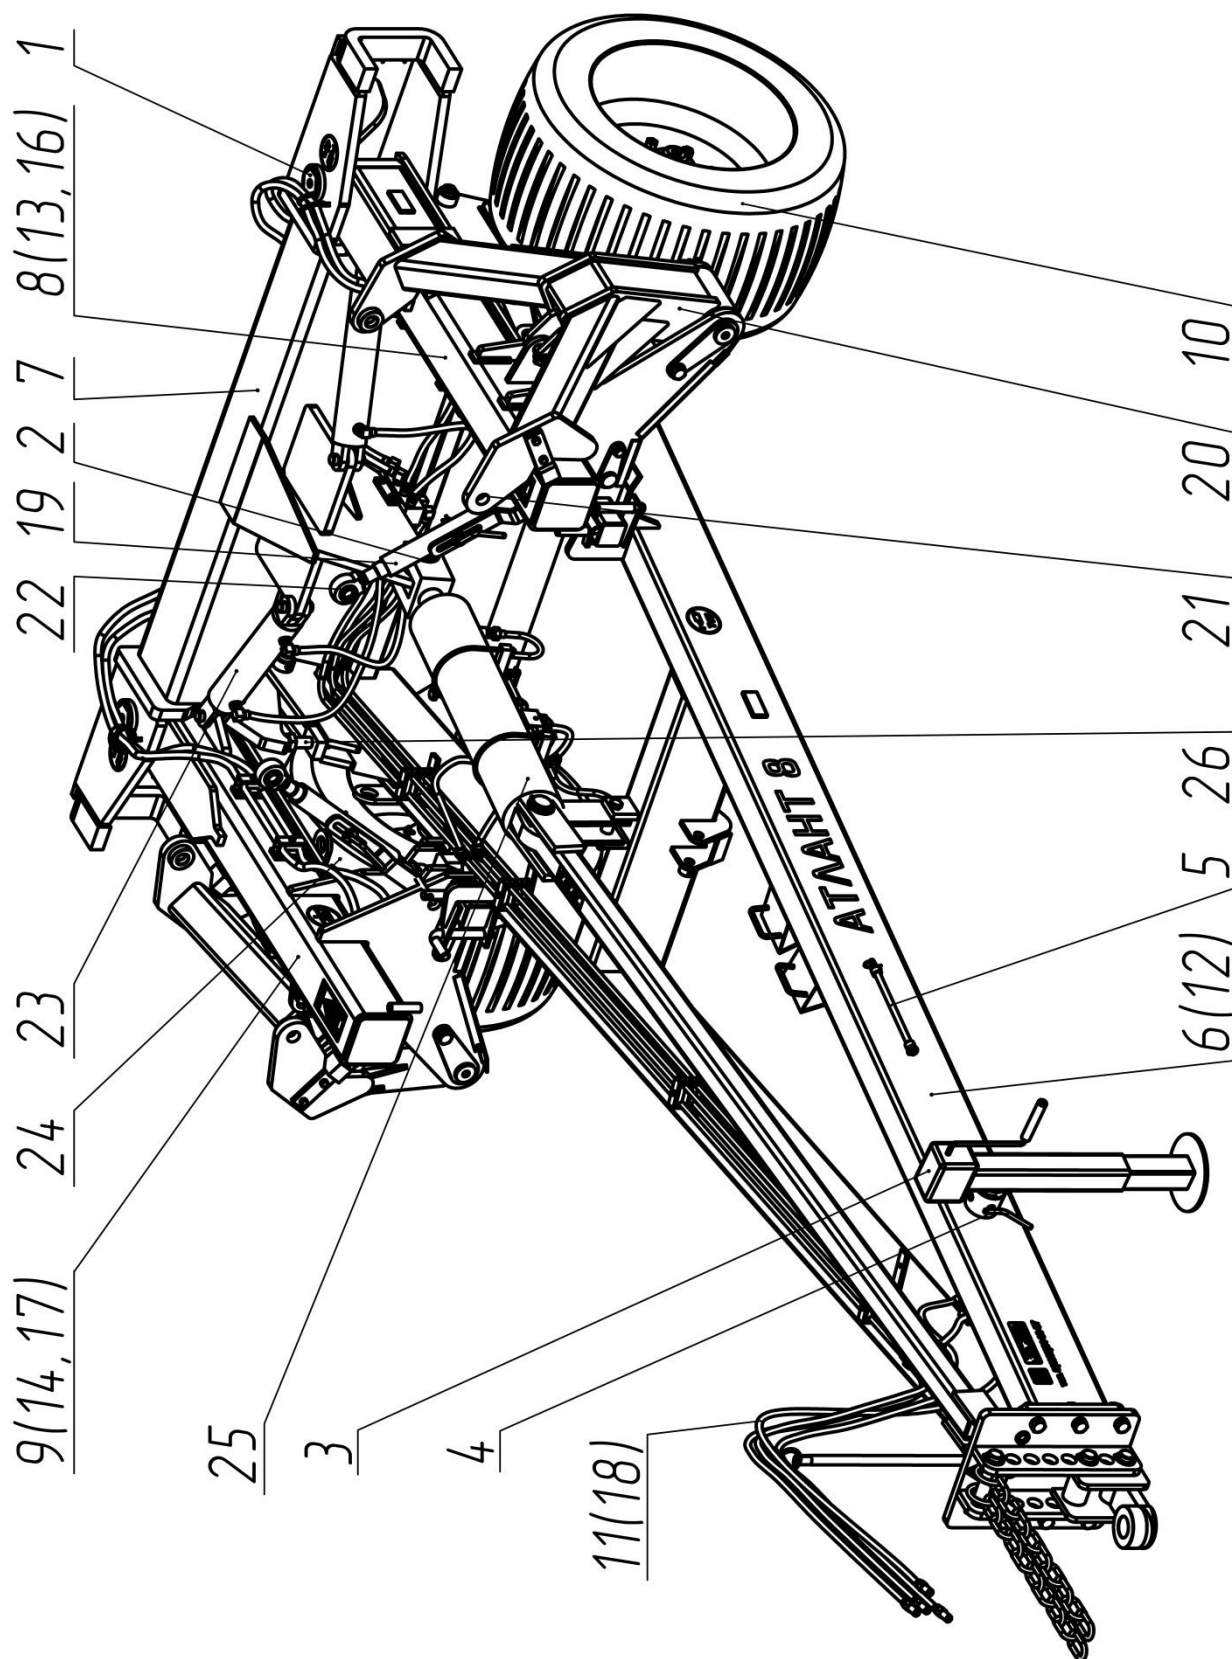

Рисунок 1 – Сложенное транспортное положение СНК
Примечание – смотрите рис. 1.
2.3.1 Основным установочным и скрепляющим узлом СНК является остов 6(12) (см. рис. 1). Прицепное устройство расположено в передней части остова и оснащено страховочными цепями. Снизу к остову 6(12) крепится с помощью фланцев шасси 10. Сверху на остов крепится балка средняя 7, имеющая возможность вращаться на $\approx 90^\circ$ в вертикальной плоскости. Поворот в вертикальной плоскости обеспечивается гидроцилиндром 25, также установленным на остове 6(12). С левого и правого торцов балки средней 7 установлены соответственно крыло левое в сборе 8(13, 16) и крыло правое в сборе 9(14, 17). Крылья с помощью гидроцилиндров 23 имеют возможность поворачиваться на $\approx 90^\circ$, выстраиваясь в прямую линию вместе со средней балкой. Для агрегатирования культиваторов на крыльях предусмотрены талреп 19, навеска 20 и шайбы 21 и 22. Регулировка длины талрепа осуществляется рукояткой 5. Вылет навески 20 регулируется цилиндром 24, который при работе обеспечивает копирование рельефа. Болты 25 необходимы для регулировки высоты крыльев.
2.3.2.2 Складывание в транспортное положение (рисунок 1):
3.2.1 Подвести трактор задним ходом к серье 16 (рисунок 1) и сцепить СНК с трактором. Стойку 4 переустановить внутрь остова, зафиксировав ее стопором 5.
3.2.6 Совместить проушины талрепов 1 с отверстиями в раме культиватора путем вкручивания/выкручивания талрепа с помощью рукоятки 6 (рис. 1). Зафиксировать штырями.
3.2.9 Работа начинается с плавного набора необходимой скорости (см. табл. 1, 2) и одновременного заглубления рабочих органов навешиваемых агрегатов (в зависимости от вида). В конце гонки необходимо выглубить гидроцилиндрами 23 (см. рис. 1) культиваторы из почвы и развернуться на следующую гонку.
4.1 Все работы по техническому обслуживанию СНК необходимо производить либо без агрегатированных на СНК культиваторов, либо с культиваторами, но в рабочем (разложенном) положении, на ровной площадке с установленными под колеса СНК противооткатами 1 и установленной в стояночное положение стойкой 4 (рис. 1).